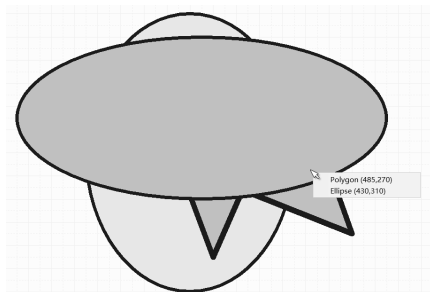

图 4-3-8 移动鼠标指针至 2 号多边形之上并单击，弹出菜单
(1) 将 1 号椭圆图形移至 2 号多边形上面，保持 3 号、1 号、2 号的层叠顺序。执行菜单命令 **Edit → Move → Bring to Front Of**，鼠标指针变为十字形。移动鼠标指针至 1 号椭圆图形之上，单击确认需要移动的图形，此时鼠标指针继续保持十字形，移动鼠标指针至 2 号多边形之上并单击，弹出如图 4-3-8 所示的菜单，选择菜单“**Polygon (485,270)**”确认移动的层次顺序（将 1 号移至 2 号图形之